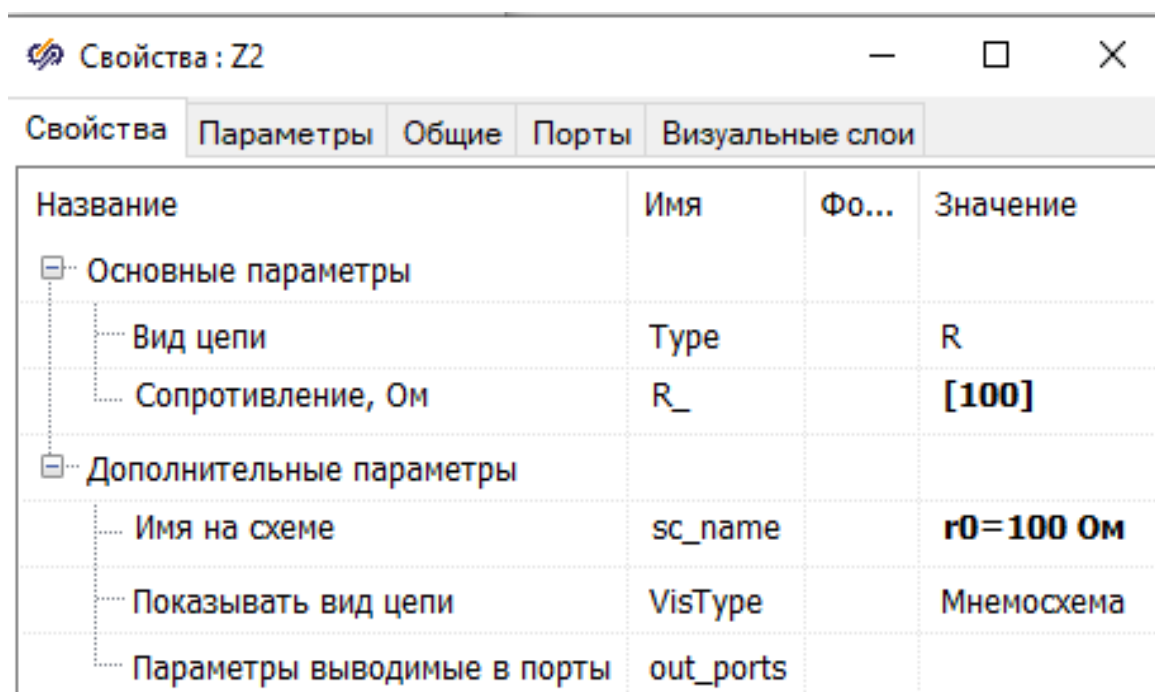

Рис. 2.4
– для блока **RLC-цепь** значения свойств в соответствии с рис. 2.4;